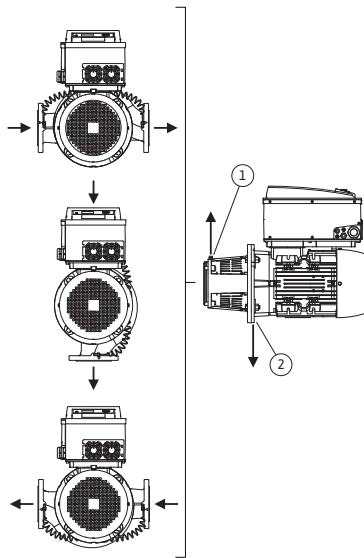
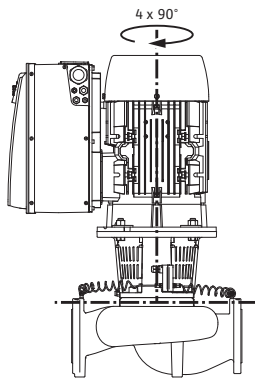

Fig. 18: Прийнятні монтажні положення з горизонтальним розташуванням вала двигуна
Fig. 19: Прийнятні монтажні положення з вертикальним розташуванням вала двигуна
Прийнятні монтажні положення з горизонтальним розташуванням вала двигуна й електронного модуля догори (0°) представлено на Fig. 18. На зображені прийнятні монтажні положення з боковим розташуванням електронного модуля (+/-90°). Прийнятним є будь-яке монтажне положення, крім «Електронний модуль донизу» (-180°). Видалення повітря з насоса гарантовано лише тоді, коли вентиляційний клапан звернено догори (Fig. 18, поз. 1).
Тільки в такій позиції (0°) конденсат, що утворюється, виходить через передбачений отвір, ліхтар насоса і двигун (Fig. 18, поз. 2).
Прийнятні монтажні положення з вертикальним розташуванням вала двигуна зображено на Fig. 19. Прийнятним є будь-яке монтажне положення, крім «Електронний модуль донизу».
- Коли вал двигуна розташований горизонтально, клапан видалення повітря на ліхтарі (Fig. 6, поз. 1.31) має завжди бути спрямований догори (Fig. 6a: та Fig. 6b:). Коли вал двигуна розташований вертикально, будь-який напрямок є прийнятний. Див. також Fig. 18: «Прийнятні монтажні положення з горизонтальним розташуванням вала двигуна» на сторінці 26 або Fig. 19: «Прийнятні монтажні положення з вертикальним розташуванням вала двигуна» на сторінці 26.
- У випадку горизонтального розташування вала двигуна отвір для конденсату має обов'язково бути звернений донизу (Fig. 18, п. 2). За необхідності двигун слід відповідно повернути.